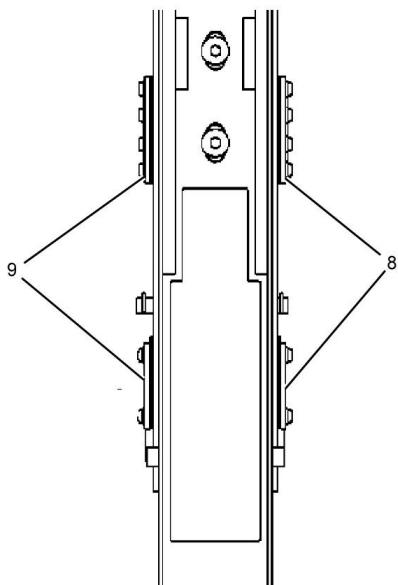

Рисунок 9
5. С помощью измерительного щупа (0.25 mm (0.0098 inch)) проверьте зазор износных накладок с обеих сторон. С одной стороны не должно быть зазора между внутренним ползуном и лицевой поверхностью накладки (9) . С другой стороны зазор (8) должен составлять не более 0.25 mm (0.0098 inch) . См. рис. 9 .